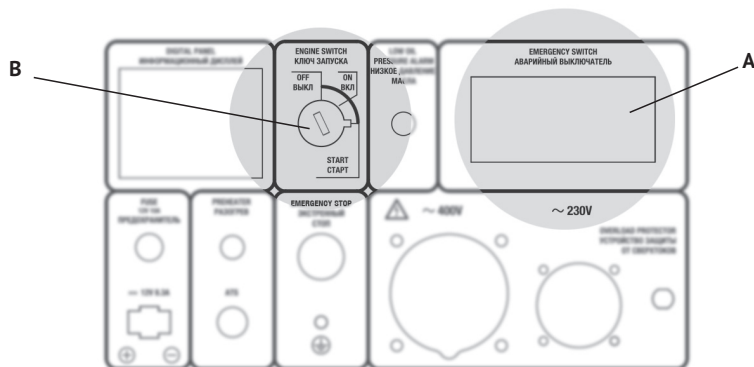

Рис. 12
- Установить ключ в положение ВКЛ (рис.12, **B**).
- Установите автомат защиты (аварийный выключатель) в положение ВЫКЛ (рис.12, **А**).
- Поверните ключ в положение ВЫКЛ (рис.12, **В**).